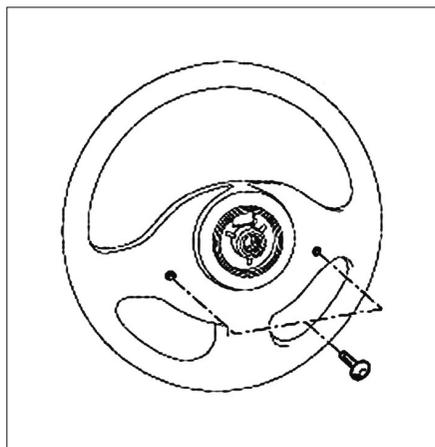

Fig. 1
- Déposer la première vis de l'airbag frontal conducteur par l'arrière du volant (Fig.1)